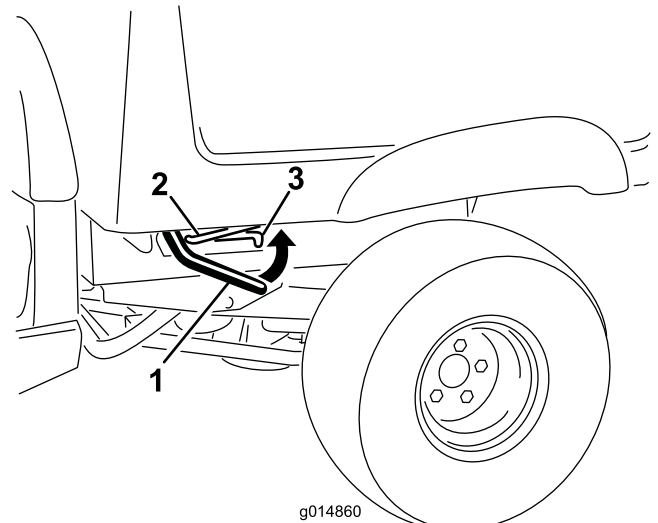

Figure 19
1. Levez le levier de verrouillage situé de chaque côté près du coin avant du plateau, et relevez le plateau (Figure 19).
2. Bloquez le plateau en tirant la béquille dans le cran de verrouillage au bout de la fente située dans le cadre gauche de la machine (Figure 19).
1. Relevez légèrement le plateau en soulevant le levier de verrouillage (Figure 19).
2. Tirez la béquille hors de la fente de verrouillage (Figure 19).
3. Abaissez le plateau jusqu'à ce qu'il se verrouille fermement (Figure 19).